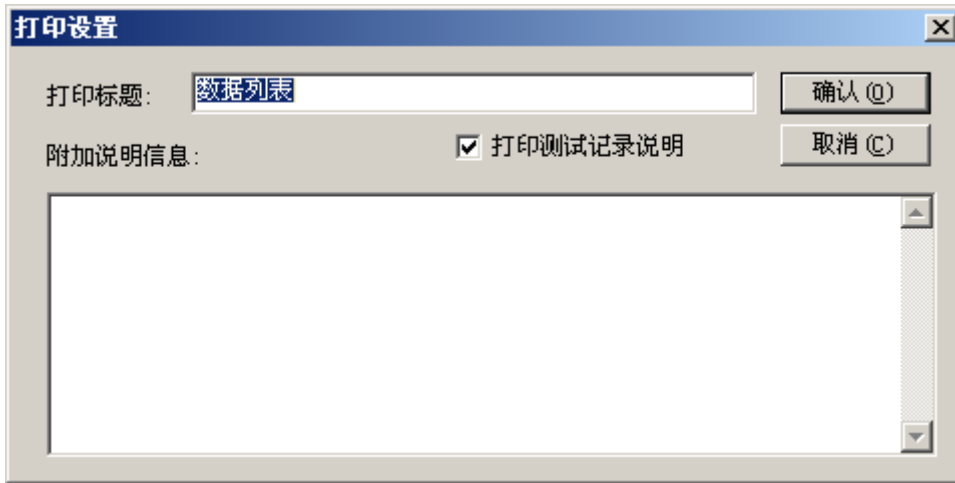

图 4.53 图表打印设置框
- 图表打印或打印预览时，有打印设置框弹出，可输入打印标题、选择是否同时打印测试记录说明，并可输入附加的打印说明，这些信息将出现在打印页的下部。如图 4.53；